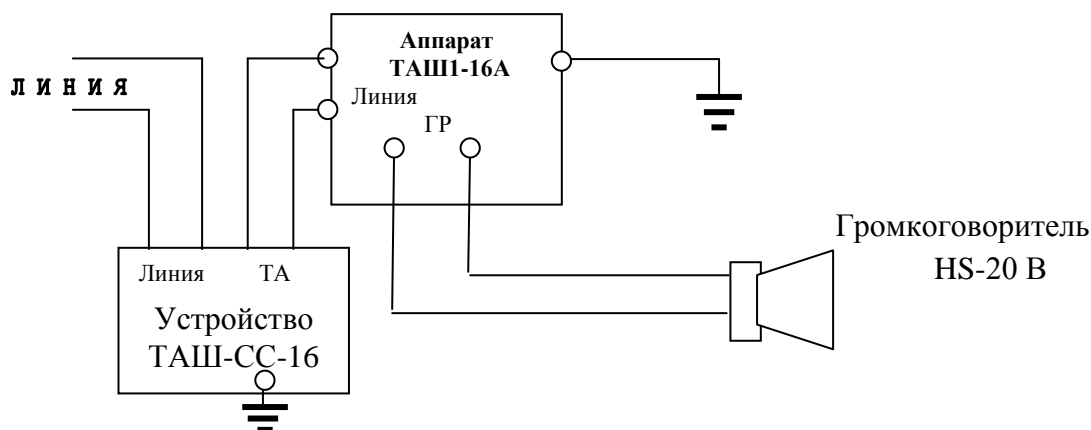

Рис.8.3
8.3. После установки устройства проверяется целостность конструкции, наличие предусмотренных мер безопасности и производится подключение линии связи и заземления (см. рис. 8.3).